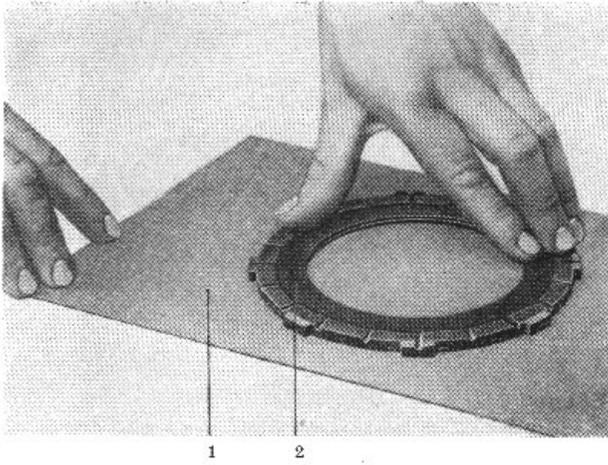

Bild M 99. Kupplungslamellen (Jurid)
7. Eingearbeitete Rillen in den äußeren Kupplungs-lamellen (Juridlamellen) sind auf Schmirgelleinen mit glatter Unterlage abzuziehen (Bild M 99).